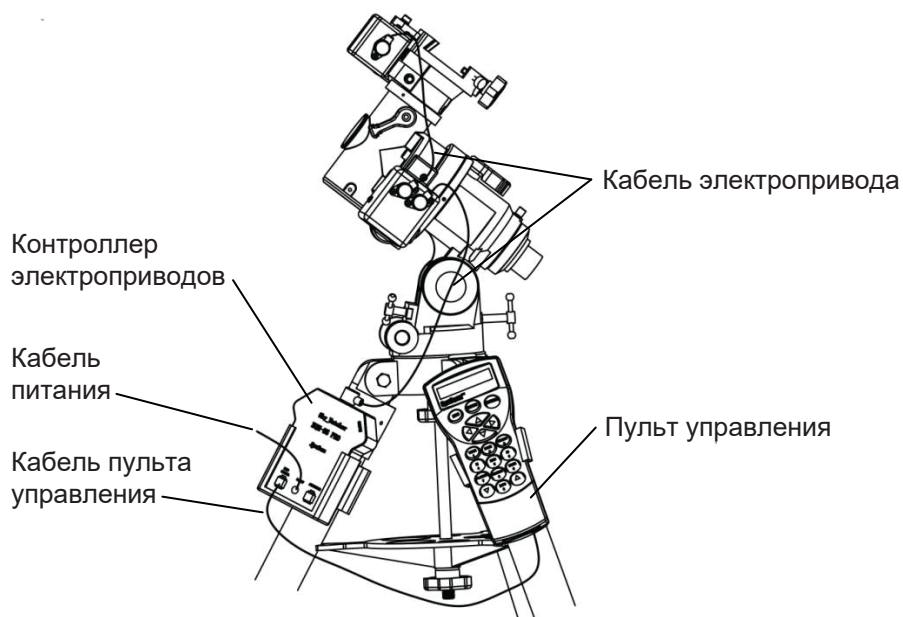

Рис. 8
2.4.2 Присоедините два кабеля электроприводов, кабель пульта управления и кабель питания (рис. 8).